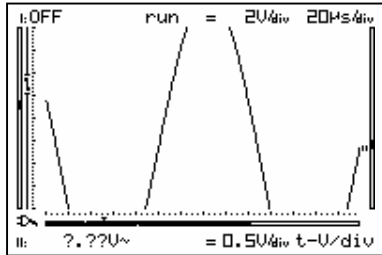

Fig 30
- If the signal goes off-screen or when the signal is too small for measurement, the readout will show '???' (see fig 30)
- Als het signaal buiten het scherm verdwijnt of te klein is voor metingen, zal de uitlezing ??? aanduiden. (Fig 30)
- Si le signal sort de l'écran, ou lorsque le signal est trop petit pour être mesuré, trois points d'interrogation ??? sont affichés. (Fig 30)
- Wenn das Signal aus dem Bildschirm verschwindet oder wenn das Signal bei dB-Messung zu klein ist, zeigt die Anzeige ??? an (Abb. 30)